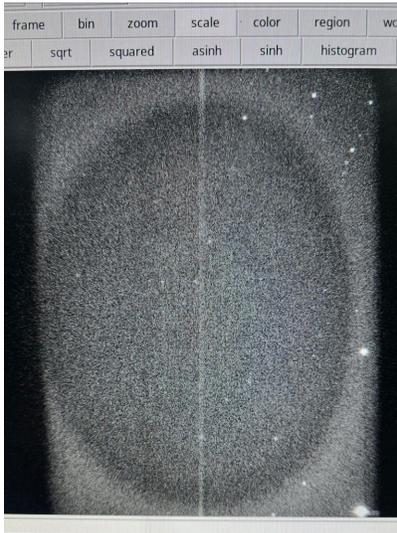
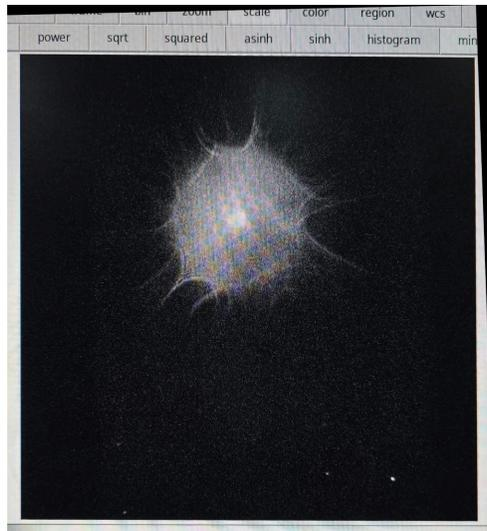

Figura 2.
Figura 3.
- **19 julio** - F. Montalvo me reportó que la imagen se veía "rara" (Figura 2). Supuse que era condensación en la ventana del CCD. Apuntamos a una estrella brillante (Figura 3) y, efectivamente se trataba de condensación. F. Montalvo sopleteó la ventana y verifiqué que la condensación hubiera desaparecido en la imagen de la estrella brillante. Después apuntaron a un objeto y se veía un anillo alrededor de este (Figura 4). Supisimos que era porque el objeto estaba muy cerca de la Luna. El objeto estaba a 38° de la Luna. Le sugerí al observador cambiar a otro objeto y evitar distancias a la Luna menores a 40° . al apuntar a otro objeto más alejado de la Luna el anillo visto en la Figura 4 desapareció.